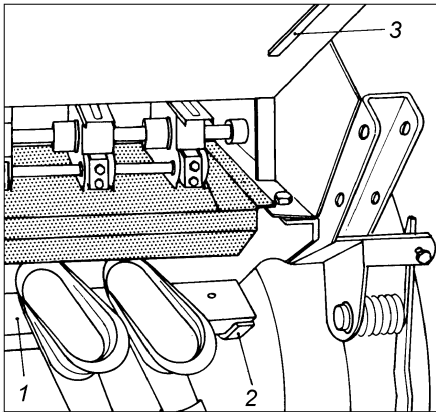
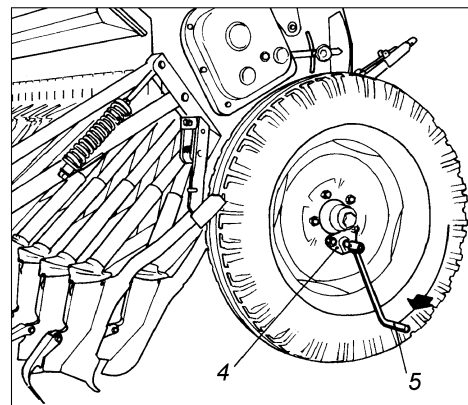

Fig. 9
Fig. 10
Una volta predisposto i dosatori, l'apertura del fondo mobile e la leva dell'elevatore, è necessario effettuare una prova di semina. La barra portacuffie (1)(fig. 9) scorre su delle guide di posizione inclinata (2)(fig. 9). La posizione di lavoro della barra si trova nella parte superiore della guida dove rimane bloccata tramite un perno a molla. Rilasciando questo perno si sposta fino a raggiungere la posizione più bassa, sufficiente per sistemare le vaschette per la prova di semina. La vaschetta viene ritirata dalla sede di trasporto (3)(fig. 9) e scorre orizzontalmente sotto i dispositivi di distribuzione. Quindi viene collocata la manovella (5)(fig. 10) nell'innesto esterno della ruota destra (4)(fig. 10) e si fa qualche giro fino a che i semi cominciano a cadere nelle vaschette. Svuotare le vaschette ed iniziare la prova di semina girando la ruota come da schema seguente: